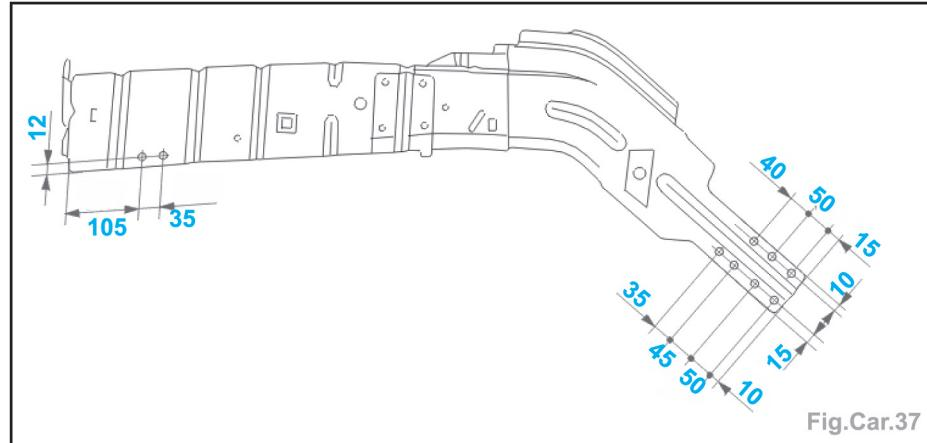

Fig. Car.37
- Tracer puis percer au Ø 8 mm pour soudage ultérieur par points bouchons (Fig.Car.37).